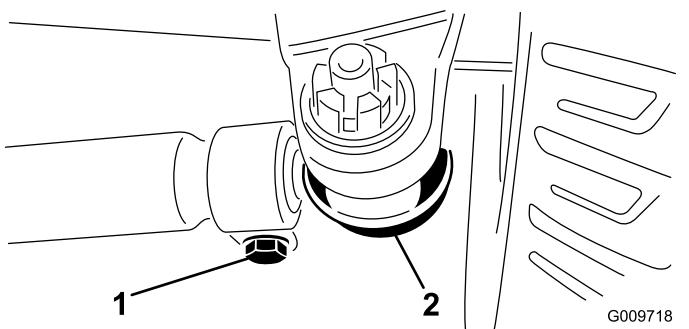

Figura 60
2. Per regolare, togliete la coppia e il dado da uno dei giunti a sfera del tirante (Figura 60).
4. Allentate i fermi su entrambe le estremità dei tiranti (Figura 60).